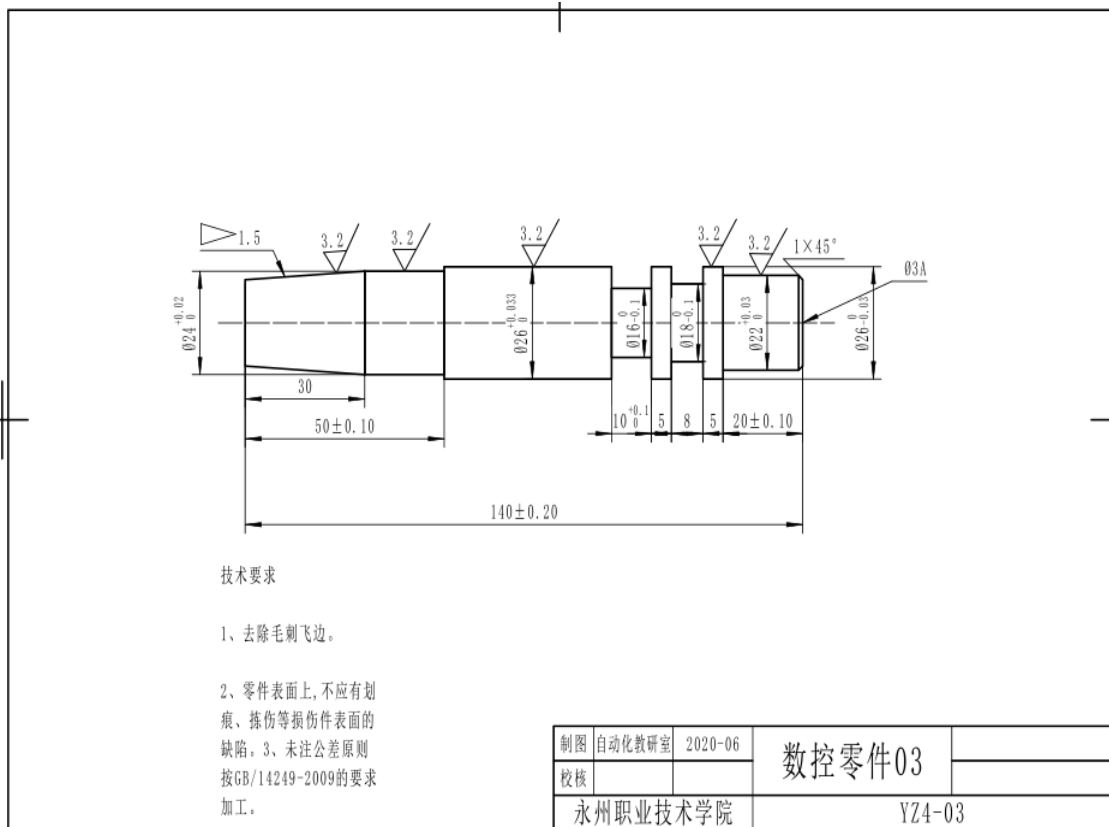

图 4-3 数控车零件 03
**任务 1:** 要求学生能按照相应的生产流程和作业标准完成图 4-3 零件的工艺编制, 并满足零件图的质量要求, 能正确填写相关工艺文件。
**任务 2:** 要求学生按照相应的生产流程和作业标准完成图 4-3 零件的加工, 并满足零件图的质量要求。毛坯尺寸:  $\phi 30 \times 142$  (单位 mm), 材料: 2A12 棒材。